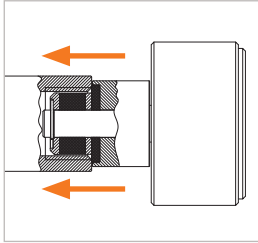

Abbildung 4
- ▶ Stecken Sie den Adapter gerade in den Prüfling ein, bis die Frontdichtung (Pos. 7) den Prüfling berührt (*Abbildung 4*). Dadurch wird eine Beschädigung der Frontdichtung durch eventuell scharfe Kanten am Prüfling vorgebeugt und das richtige Anschließen gewährleistet.